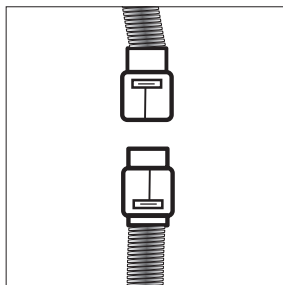

Рис. 31
- Соедините провод от двигателя с проводом от панели управления при помощи влагозащищенного разъёма (Рис. 31).